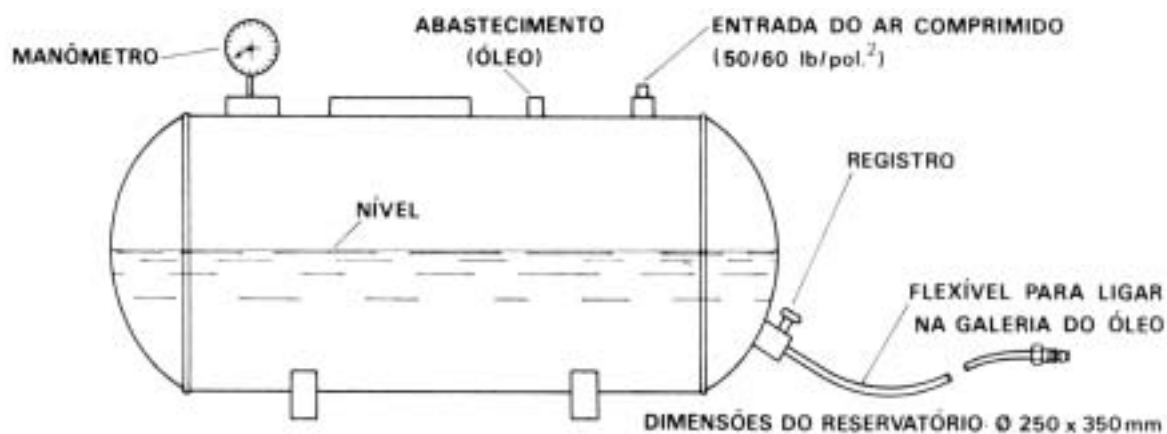

FIG 1
8. Pressurize com óleo novo as galerias do motor (50/60 lbf / pol². **Fig. 1**). Enquanto gira a árvore de manivelas com a mão, a fim de descolar os casquilhos. Remova o reservatório de pressurização.